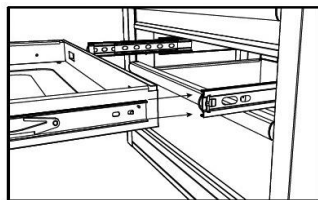

fig. 2
2. Maintenez la glissière du tiroir en l'alignant avec la glissière du coffre (fig. 2).